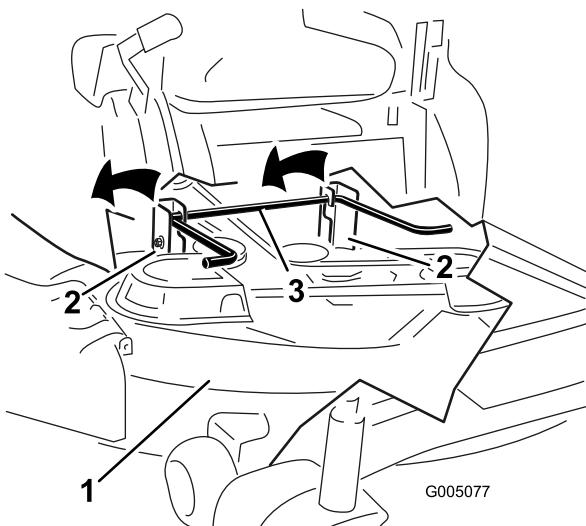

Figura 64
5. Eleve la carcasa de corte y separe ésta y las pletinas de suspensión de la varilla de elevación trasera; luego baje el cortacésped con cuidado al suelo (Figura 64).
5. Eleve la parte trasera de la carcasa de corte y coloque las pleáticas de suspensión sobre la varilla de elevación trasera (Figura 64).